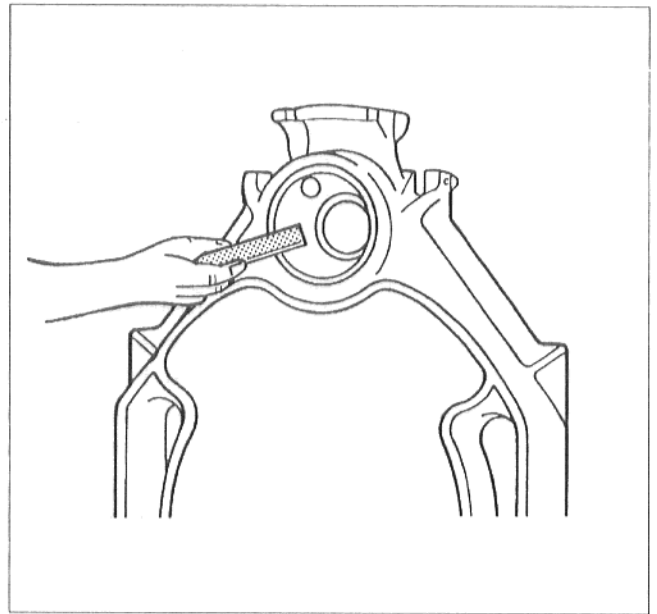

Fig. 7
- Eventuelle grader i navene fjernes med fil (Fig. 7).